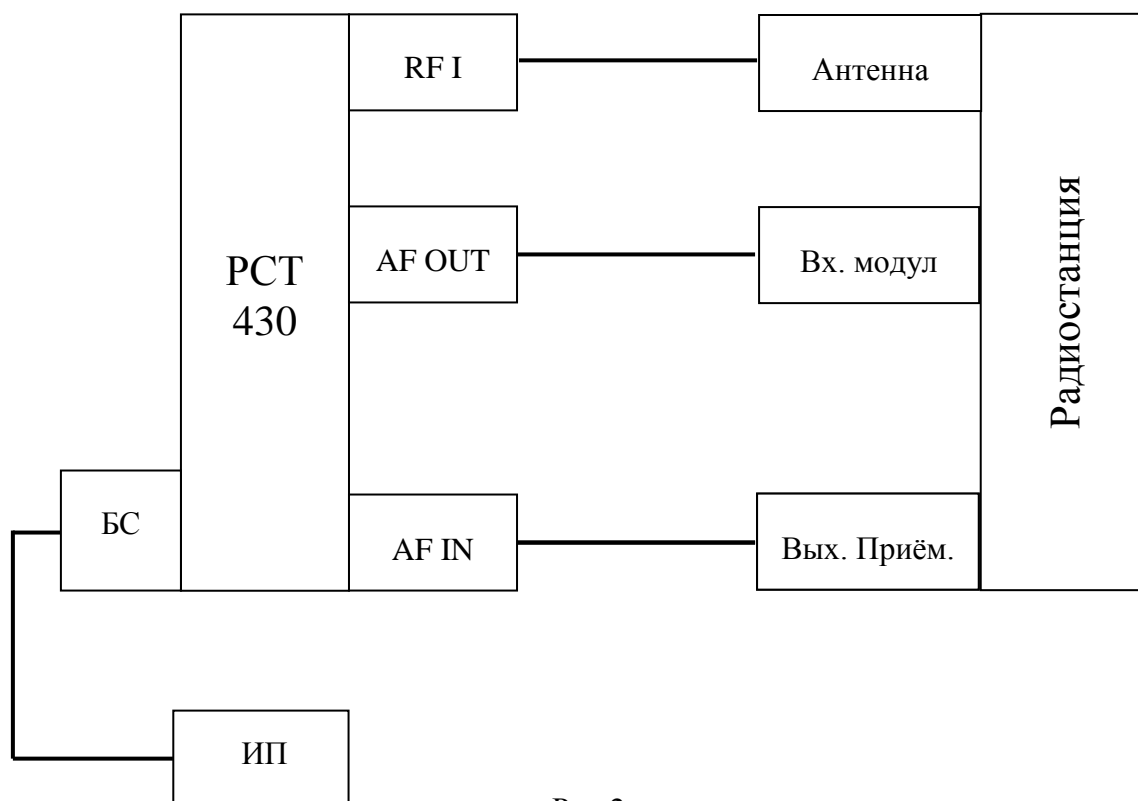

Рис.2
- 4.5. Соединить тестер и проверяемую радиостанцию согласно рис.2.